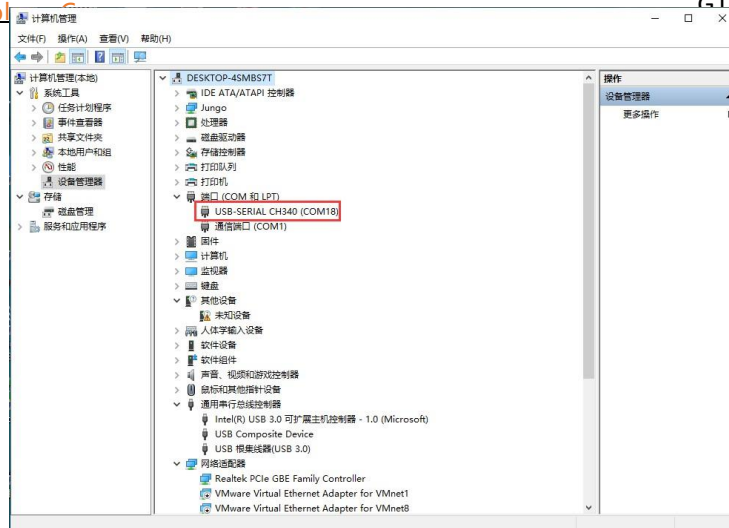

Abbildung 5-6 UART-Portnummer-Suchbildschirm
- (4) Überprüfen Sie die Anschlussnummer, die dem UART im Gerätemanager von PC BB entspricht, wie in Abbildung 5-6 gezeigt.